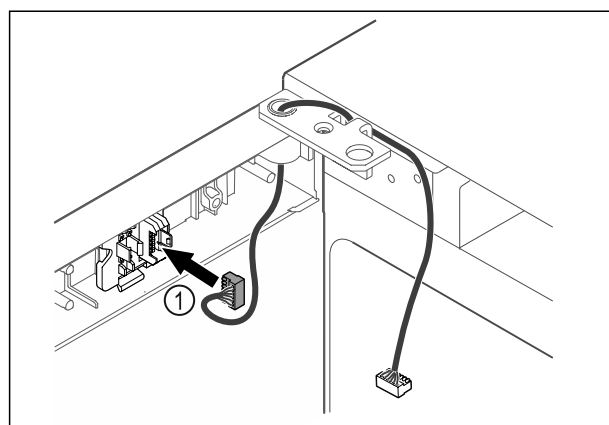

Fig. 54
- Insérer le connecteur Fig. 54 (1) dans le support.